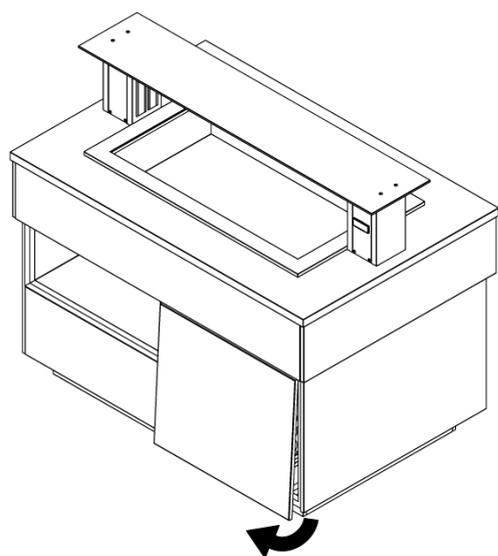

Рисунок 3
- вращательным движением за нижнюю кромку извлечь фасад (рис. 3);